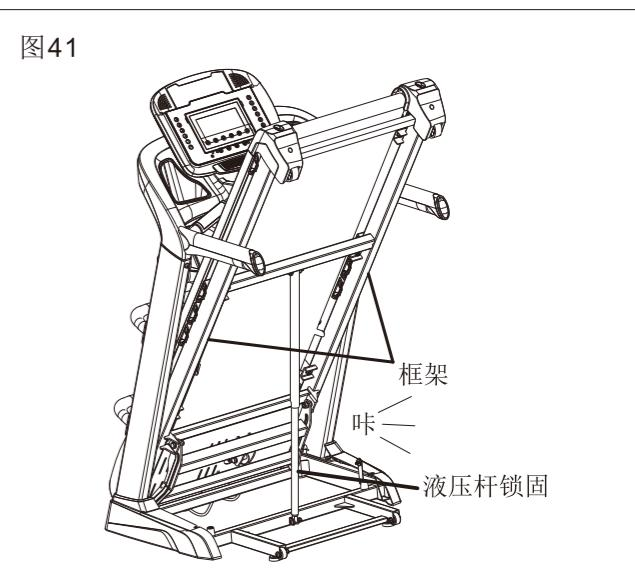

图41
2. 将跑台抬高至气压支撑杆发出“咔”声，并且轻用力向下拉动跑台，确认完全锁固，跑步机才完成折叠并锁固了。（图41所示）。